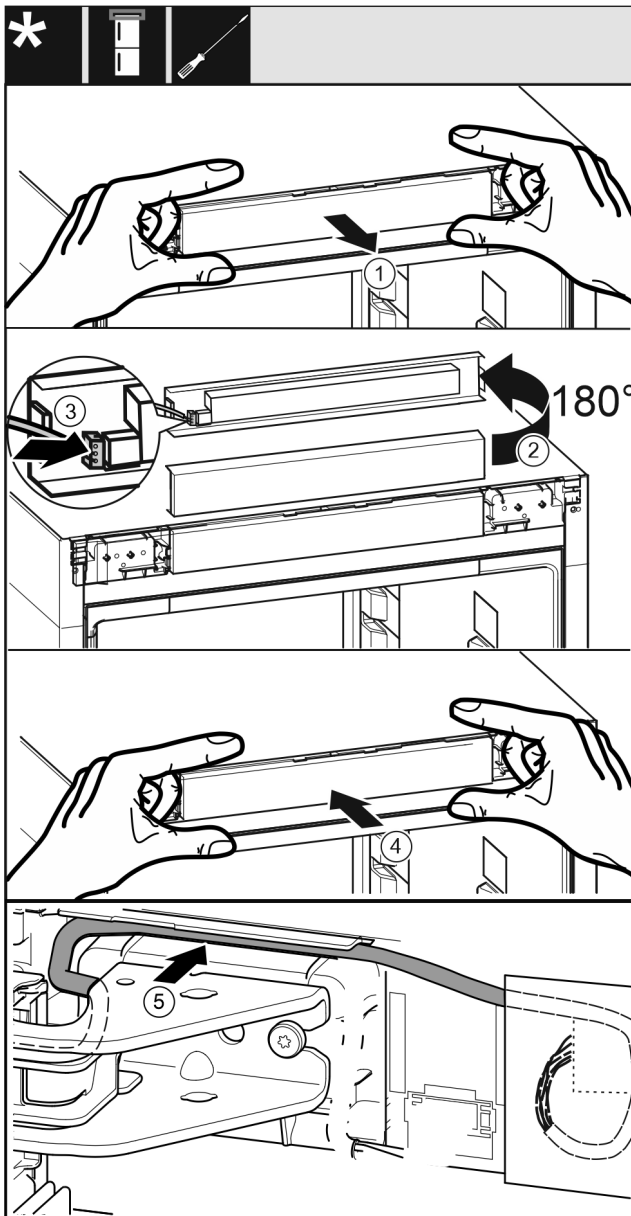

Fig. 62
- Bedienblende Fig. 62 (1) vorsichtig herausnehmen.
- Bedienblende Fig. 62 (2) um 180° nach oben drehen.
- Stecker Fig. 62 (3) an der Bedienteilblende einrasten.
- Bedienblende Fig. 62 (4) wieder am Gerät einrasten.
- Kabel Fig. 62 (5) vorsichtig in der Führung über dem oberen Lagerbock verlegen.